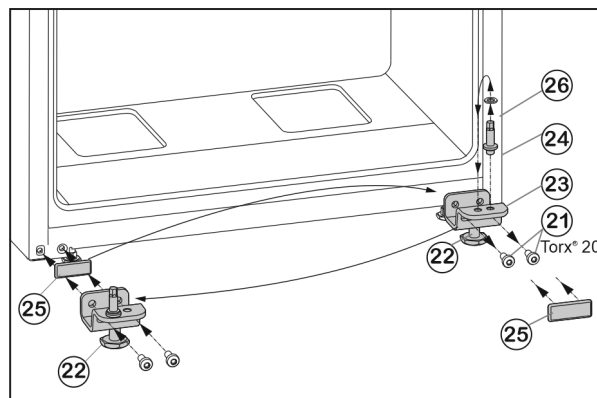

Fig. 7
- Odkręcić śruby mocujące Fig. 7 (21).
- Usunąć dolną płytkę zawiasu Fig. 7 (23), wraz z trzpieniem zawiasu Fig. 7 (24), podkładką Fig. 7 (26) i nóżką Fig. 7 (22).
- Odkręcić całą trzpień zawiasu Fig. 7 (24) z podkładką Fig. 7 (26), przełożyć do przeciwnego otworu mocującego płytki zawiasu i tam dokręcić.
- Ostrożnie zdjąć płytkę osłaniającą Fig. 7 (25) i przełożyć na przeciwną stronę.
- Całą dolną płytkę zawiasu Fig. 7 (23) wraz z trzpieniem zawiasu Fig. 7 (24), podkładką Fig. 7 (26) i nóżką Fig. 7 (22) ponownie przykręcić po nowej stronie zawiasu, ew. przy użyciu wkrętarki akumulatorowej (z siłą 4 Nm).
- Założyć drzwi od góry na trzpień zawiasu Fig. 7 (24).
- ▶ Wykręcić nóżkę Fig. 7 (22) przy dolnej płytce zawiasu Fig. 7 (23), aż będzie przylegać do podłoża.